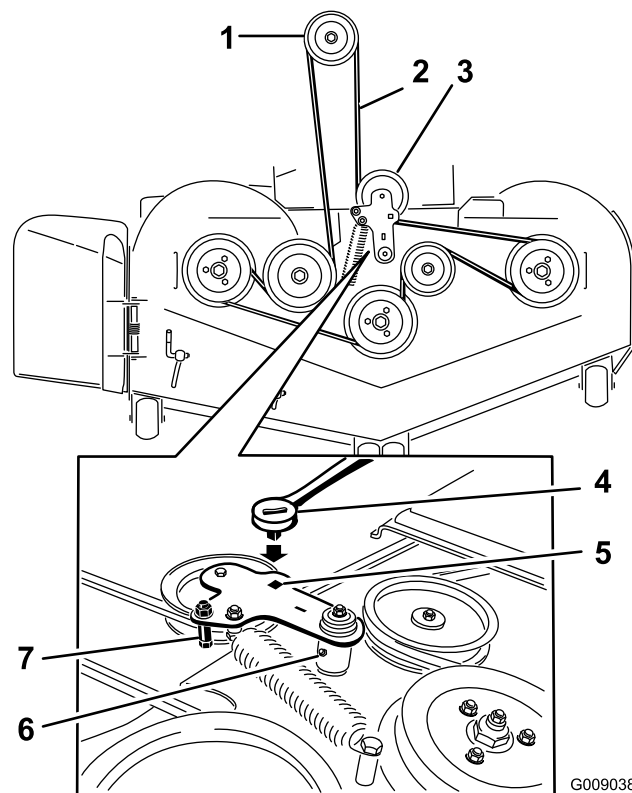

Figura 75
5. Utilice una llave de carraca en el taladro cuadrado del brazo tensor para aliviar la tensión del muelle tensor (Figura 75).
7. Instale la guía de la correa en el brazo tensor tensado con muelle (Figura 75).
9. Pase la correa nueva alrededor de las poleas del cortacésped y de la polea del embrague, debajo del motor (Figura 75).
10. Instale la guía de la correa en el brazo tensor (Figura 75).
11. Utilizando la llave de carraca en el taladro cuadrado, instale el muelle tensor (Figura 75).